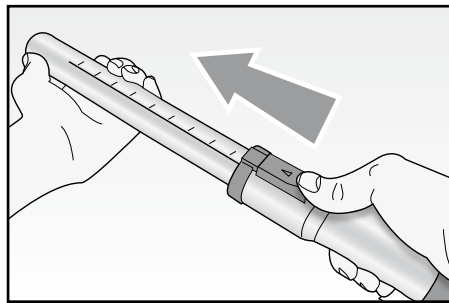

Fig. 4
Inserire il tubo prolunga sull'impugnatura e installare successivamente l'accessorio desiderato. Una volta inserito l'accessorio, è possibile estendere il tubo telescopico agendo sulla relativa leva a scatto (FIG. 4) fino alla lunghezza desiderata. Rilasciare la leva per fermarlo nella posizione desiderata.
- Spingere il dispositivo di scorrimento (L) in avanti ed estrarre la parte inferiore del tubo fino alla lunghezza desiderata (Fig. 4). Nel caso si voglia accorciare procedere in senso opposto.